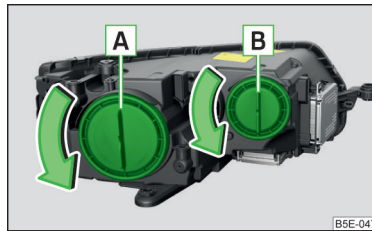

Abb. 234
**Glühlampenordnung** » Abb. 234
- › Die Schutzkappe **A** » Abb. 234 auf Seite 210 in Pfeilrichtung drehen.
- › Die Schutzkappe **A** » Abb. 234 auf Seite 210 einsetzen und entgegen der Pfeilrichtung drehen.
- › Die Schutzkappe **B** » Abb. 234 auf Seite 210 in Pfeilrichtung drehen.
- › Die Schutzkappe **B** » Abb. 234 auf Seite 210 einsetzen und entgegen der Pfeilrichtung drehen.